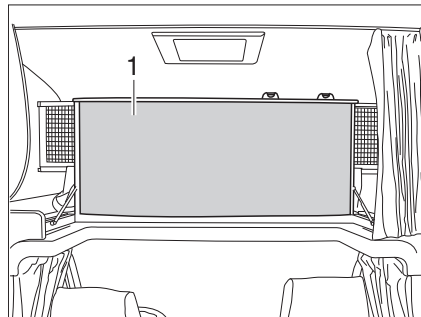

Fig. 90 Cama de alcoba, plegada hacia arriba
- Plegar hacia arriba la cama de alcoba (Fig. 90,1) delante. La cama de alcoba se mantiene en la posición superior mediante resortes por presión de gas.